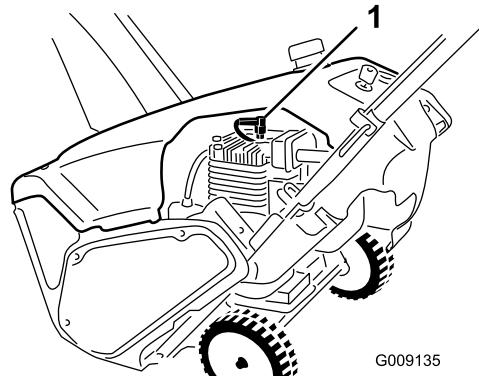

Bild 30
- Klemmen Sie das Zündkabel von der Zündkerze ab (Bild 30).